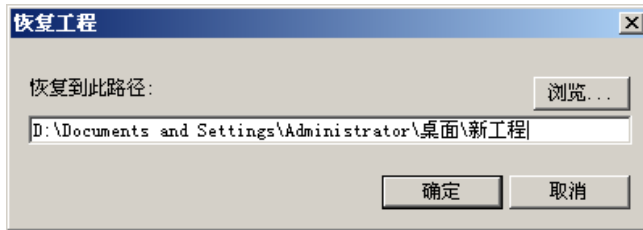

图 3.21 将工程恢复到别的目录下
- ◇ 否按钮：单击“否”按钮，则另行选择工程目录，将工程恢复到别的目录下。单击按钮后弹出路径选择对话框，如图 3.21 所示。